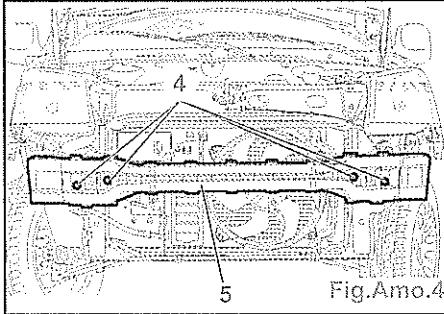

Fig.Amo.4
- Déposer le pare-chocs (3) .
- Déposer (Fig.Amo.4) :
- les vis (4),
- l'absorbeur de pare-chocs (5).